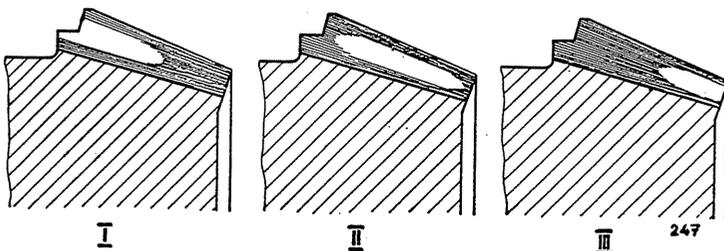

Bild Nr. 153
2. Bei eingerückter Schaltklaue durch leichtes Drehen der Riemenscheibe prüfen, ob Zahnflankenspiel von 0,2 mm vorhanden ist. Erforderlichenfalls durch Einlegen oder Wegnehmen von Beilagen unter dem Tragrohrflansch berichtigen. Beim Lauf etwa eintretende Zahngeräusche beachten, evtl. Tragbild der Zähne prüfen. (Bild Nr. 153.)